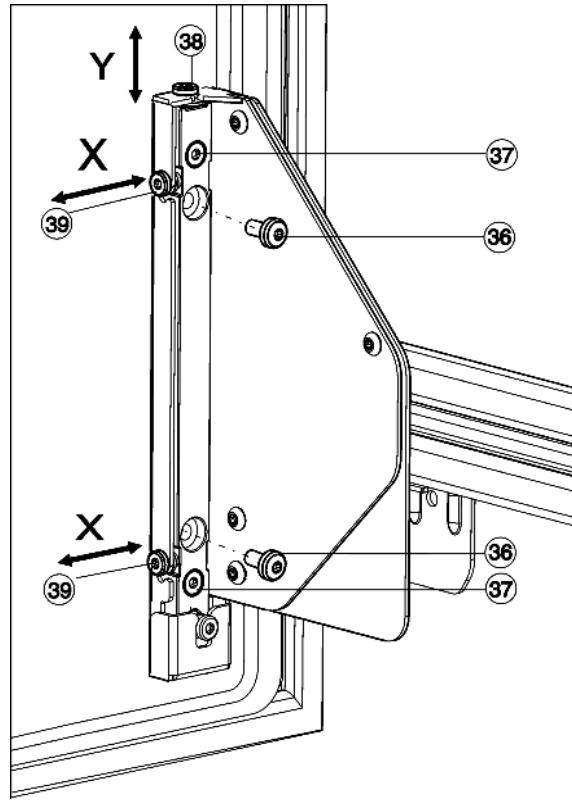

Fig. 27
- Полностью выкрутите винты Fig. 27 (36).
- Винты Fig. 27 (36) можно утилизировать, они больше не понадобятся.
- Отпустите винты Fig. 27 (37) только на 1-2 оборота.
- Вращайте регулировочный винт (38). По часовой стрелке: дверь сдвигается макс. на 4 мм вверх. Против часовой стрелки: дверь сдвигается макс. на 2 мм вниз.
- Снова затяните все винты Fig. 27 (37).
- Если винты Fig. 27 (36) ещё имеются, то выкрутите их полностью.
- Отрегулируйте установочные винты Fig. 27 (39) в зависимости от требуемого бокового направления юстировки.
- После окончания боковой юстировки снова прочно затяните винты Fig. 27 (37).